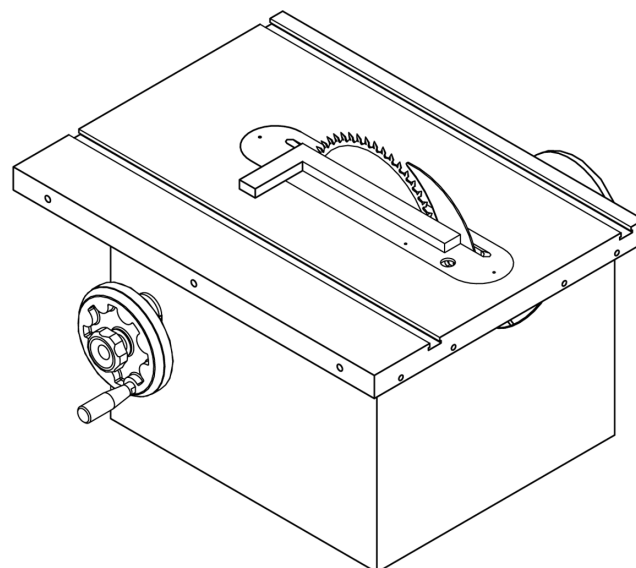

Fig. 15 (verificación de alineación de cuchilla separadora)
3. Compruebe ambos lados del disco con un borde recto tocando los dientes, como se muestra en Fig. 15: